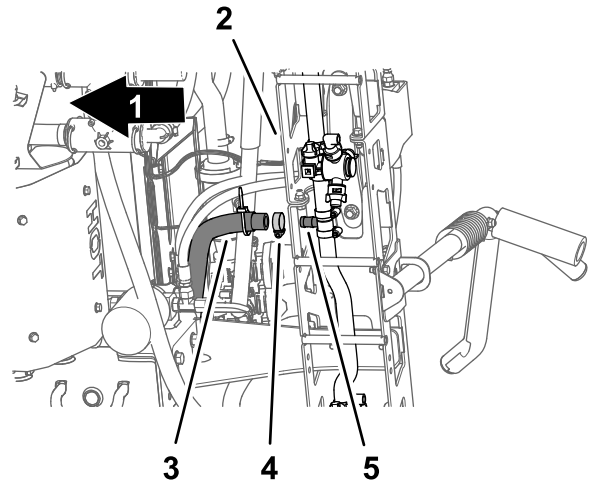

Figura 34
5. Debajo de la sección de fumigación central, retire la abrazadera que sujeta la manguera de suministro de la sección de fumigación central al acoplamiento en T dentado (Figura 34).